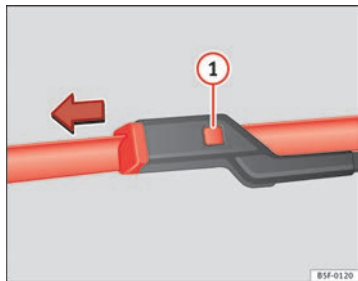

Fig. 159 Substituição das escovas do limpa pára-brisas.
- Mantenha pressionado o botão de desbloqueio ⇒ Fig. 159 ❶ e puxe ligeiramente a escova no sentido indicado pela seta.